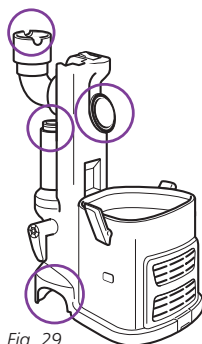

Fig. 29
- Retirez le récipient à poussière et le tube rallonge, puis séparez l'aspirateur portatif *Lift-Away^{MD}* de la brosse à planchers motorisée. Vérifiez les quatre orifices pour détecter toute obstruction. (Fig. 29)